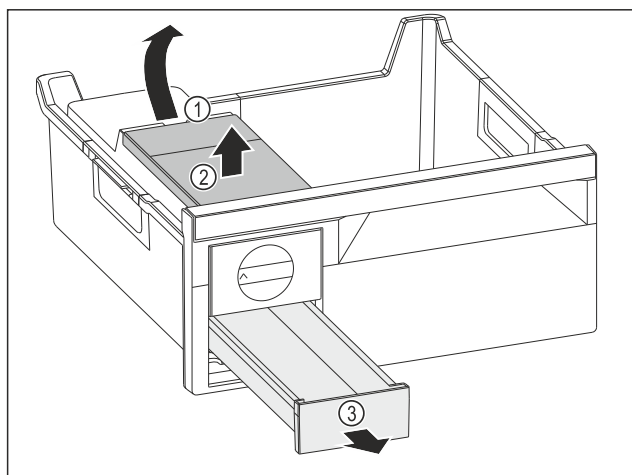

Fig. 103
- ▶ Извлеките бак для воды: Поднимите бак для воды за выемку Fig. 103 (1).
- ▶ Извлеките бак для воды Fig. 103 (2) движением вверх.
- ▶ Извлеките выдвижной ящик для кубиков льда Fig. 103 (3) движением вперед.